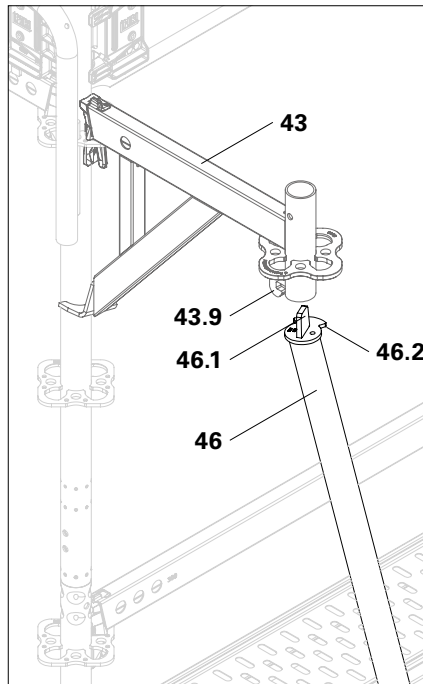
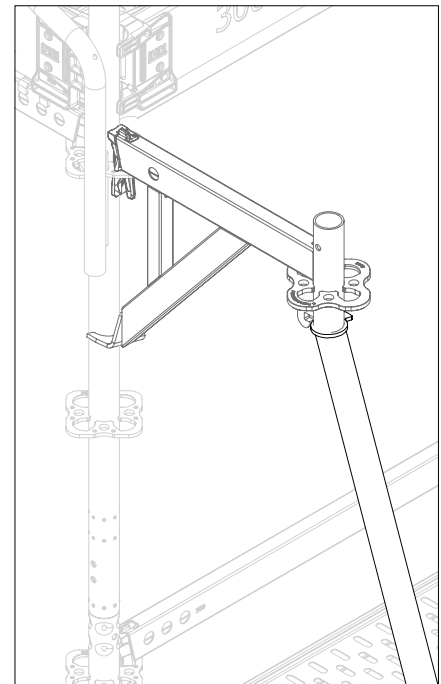

Abb. A6.15a
Abb. A6.15b
3. Konsolabstützung (**46**) mit Zentrierlasche (**46.1**) von unten in das Konsolenrohr stecken. Dabei Konsolabstützung im Winkel von ca. 45° an das Konsolenrohr herantreiben. (Abb. A6.15a + Abb. A6.15b)